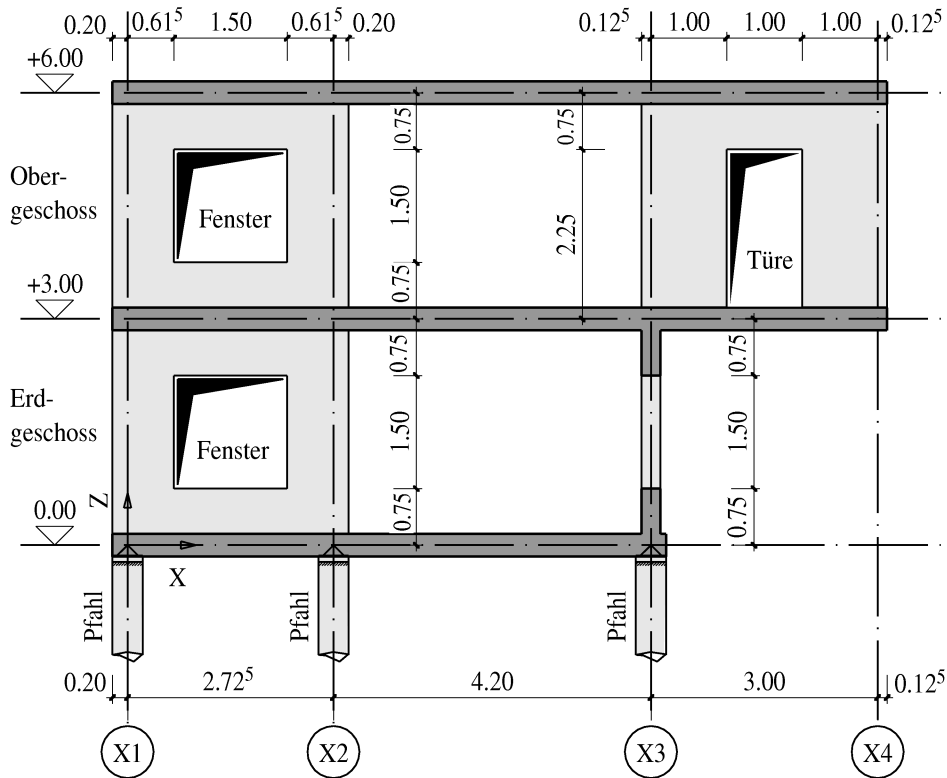
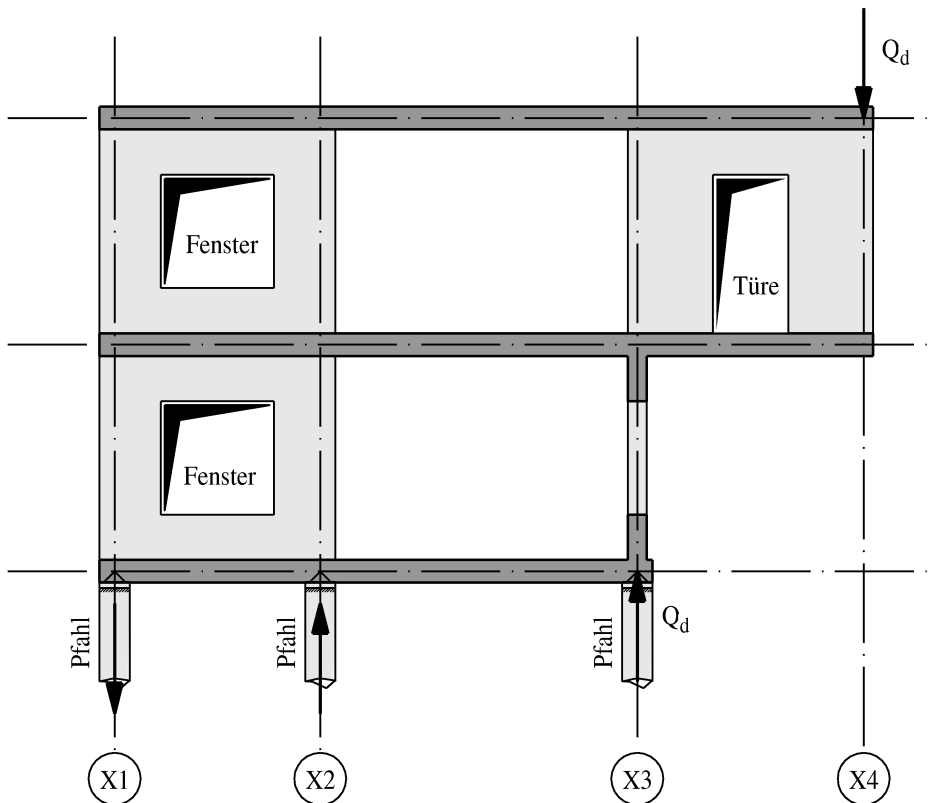

Bild 4.4 Schnitt B-B
Bild 4.8 Schnitt B-B
- b) Entwickeln Sie qualitativ (*keine Berechnung*) ein sinnvolles Fachwerkmodell für die in Bild 4.8 dargestellten Wandscheiben (siehe Bild 4.4) mit der Belastung Q_d . Bezeichnen Sie klar die Druck- resp. Zugstäbe.